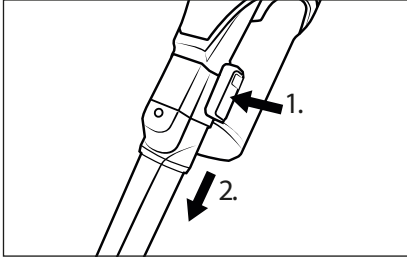

Fig. 15
- ◆ Pour retirer l'accessoire, maintenez la touche de déverrouillage de l'accessoire enfoncée, puis retirez l'accessoire du tube d'aspiration 23 ou de l'orifice d'aspiration de l'appareil (voir fig. 15).